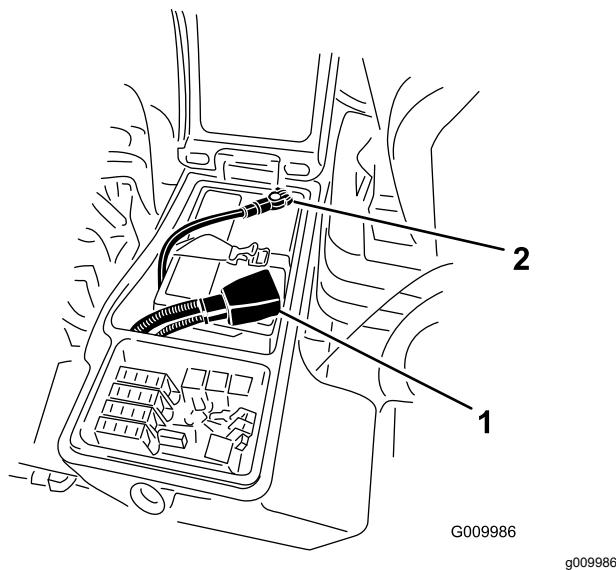

Figura 60
3. Desconecte el cable negativo (negro) del borne negativo (-) y el cable positivo (rojo) del borne positivo (+) de la batería (Figura 60).
6. Conecte el cable positivo (rojo) al borne positivo (+) y el cable negativo (negro) al borne negativo (-) de la batería (Figura 60).